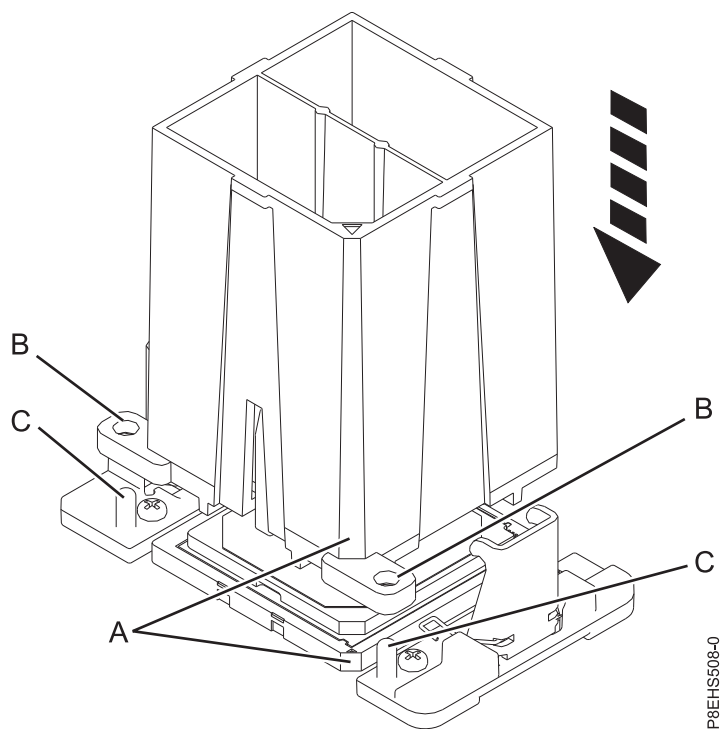

図 74. 取り外しツールをシステム・プロセッサ・モジュールの上に下ろす
- a. 提供されている取り外しツール (部品番号 01AF101) を使用して、ツールの斜めになっている隅 **(A)** を、システム・プロセッサ・モジュールの斜めになっている隅と位置合わせします (69 ページの図 74 を参照)。